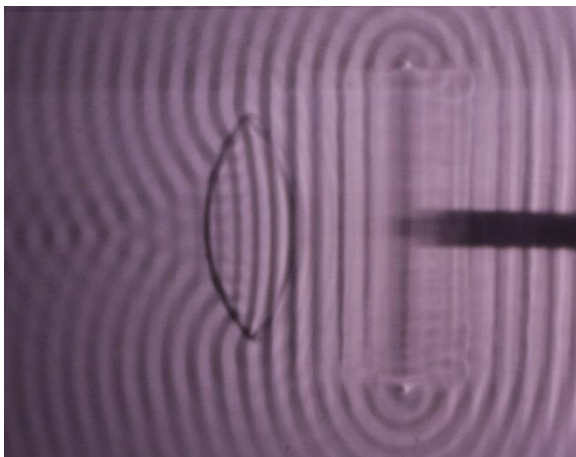
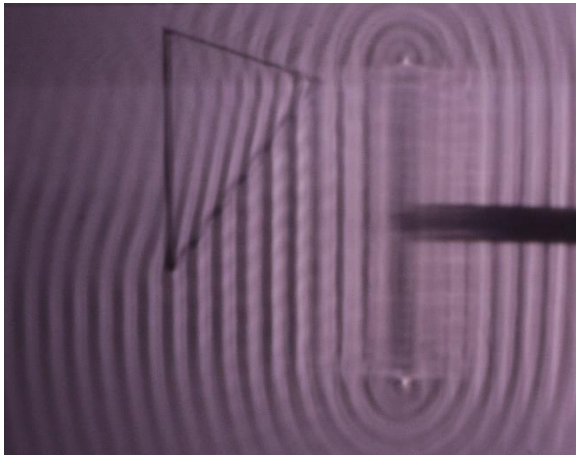

Fig. 2a: Refracción de ondas planas en una lente biconvexa
Fig. 2c: Refracción de ondas planas en un prisma.
- Gire el prisma de modo que su lado largo, que mira en dirección opuesta al excitador de ondas, quede paralelo al excitador de ondas (fig. 2c).
Detrás de la lente biconvexa se forman ondas circulares convergentes que se enfocan en un punto (fig. 2a). Detrás de la lente bicóncava, las ondas circulares divergentes parecen originarse en un punto focal virtual situado delante de la lente (fig. 2b). El prisma desvía las ondas planas (fig. 2c).